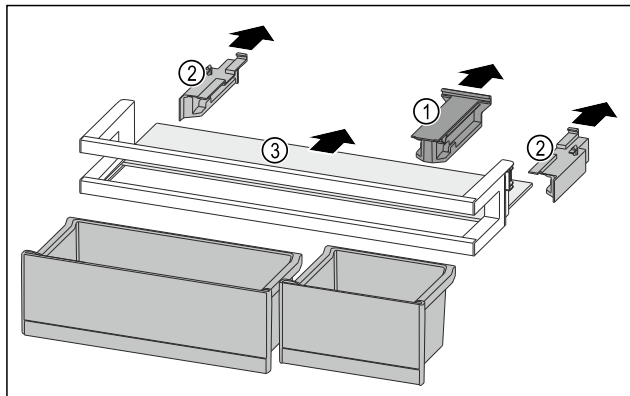

Fig. 242
- ▶ Skinite pridrži dio Fig. 242 (1).
- ▶ Skinite bočne dijelove Fig. 242 (2).
- ▶ Izvadite policu Fig. 242 (3).